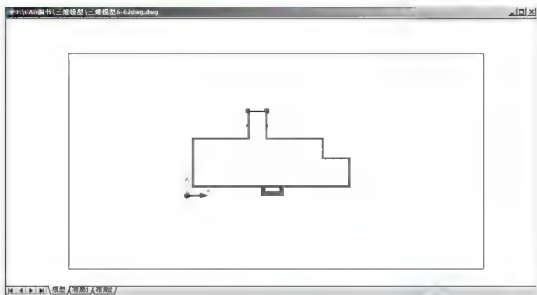
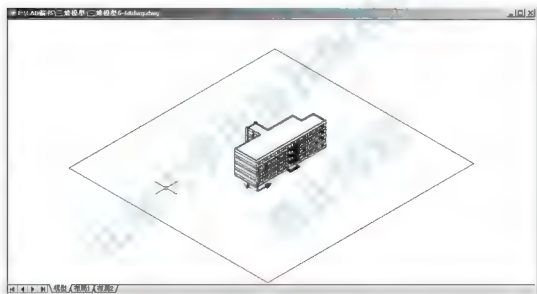

图 6.70 绘制矩形
图 6.71 建立地平面模型
(2) 在命令行输入“REC”后按 Enter 键，执行绘制矩形操作，绘制如图 6.70 所示的矩形。
(3) 由于矩形属于多段线，只有轮廓信息而没有内部信息，所以需要将矩形变成面域。在命令行输入“REG”后按 Enter 键，启动【面域】命令，在选择对象：提示下，选择矩形后按 Enter 键结束命令。
(4) 执行菜单栏中的【视图】|【三维视图】|【西南等轴测】命令，将视图调整至轴测图状态，结果如图 6.71 所示。